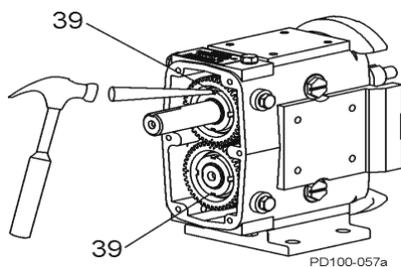

Ilustración 40 - Ajustar la lengüeta de bloqueo
1. Ajuste la lengüeta en las arandelas de bloqueo (Ilustración 40, elemento 39).